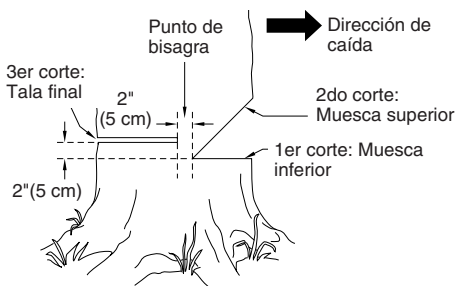

Figura 14 - Tala de un árbol
La preparación correcta de una muesca determinará la dirección en que caerá el árbol. Corte la muesca del lado del árbol correspondiente a la dirección en la cual desea que éste caiga (vea la Figura 14). Siga las instrucciones a continuación para cortar la muesca.
1. Haga el corte inferior de la muesca tan cerca del suelo como sea posible. Sujete la sierra de modo que la barra de guía se encuentre en posición horizontal. Corte a través del tronco del árbol hasta atravesar 1/3 de su diámetro (vea la Figura 14). **Nota:** Haga siempre este corte inferior horizontal en primer lugar. Si la hace en segundo lugar, el árbol puede presionar la cadena o la barra de guía.
2. Comience el corte superior de la muesca a una distancia del corte inferior igual a la profundidad de éste. **Por ejemplo:** Si el corte inferior tiene una profundidad de 20 cm, comience el corte superior 20 cm por encima de aquél. Corte en dirección hacia abajo y a un ángulo de 45°. El corte superior de la muesca debe llegar y unirse al punto final del corte inferior (vea la Figura 14).
1. Haga el corte de tala final 5 cm por encima del corte inferior de la muesca y sobre el lado opuesto del árbol (vea la Figura 14). Mantenga el corte de tala final paralelo al corte inferior de la muesca.
⚠ ADVERTENCIA: No atraviese el árbol completamente. Deje alrededor de cinco centímetros de diámetro sin cortar, directamente detrás de la muesca (vea la Figura 14). Esta porción sin cortar funciona a manera de bisagra. La bisagra ayuda a evitar que el árbol se tuerza y caiga en la dirección equivocada.